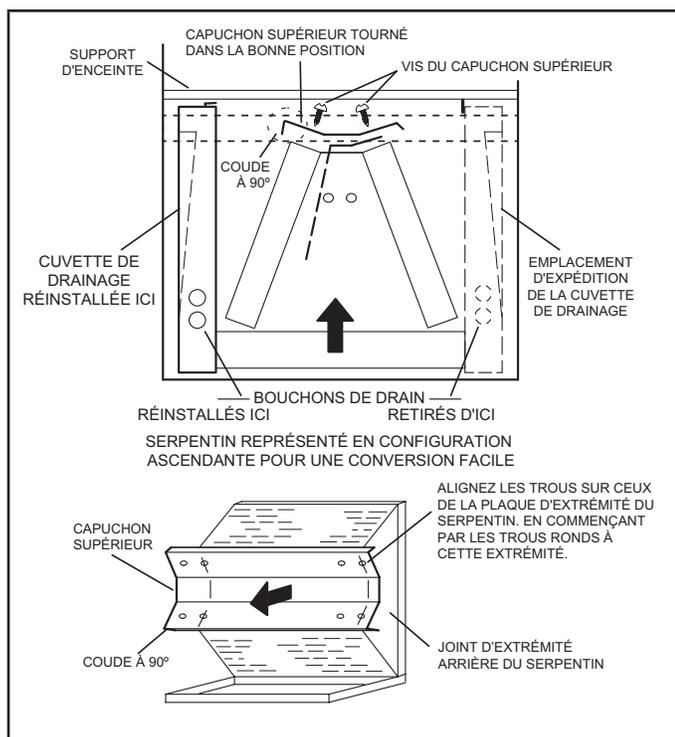

FIGURE 7. Modification sur place pour refoulement du côté gauche
- 7 - Faites pivoter le couvercle supérieur de 180° pour inverser l'avant et l'arrière, et alignez-le sur des trous de vis inutilisés. Les trous doivent être alignés avec les plaques d'extrémité arrière et avant du serpentin. Le couvercle supérieur comporte un rebord plié à 45° d'un côté et à 90° de l'autre. **Le rebord plié à 90° doit être du côté du bac de drainage horizontal** comme illustré à la figure 7.